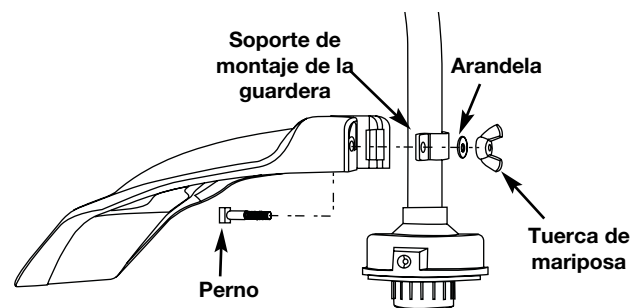

Fig. 18
- Desde el interior del protector del accesorio de corte, empuje el perno cuadrado a través del orificio hasta que el extremo con roscas sobresalga a través del soporte de montaje de la guardera (Fig. 18).